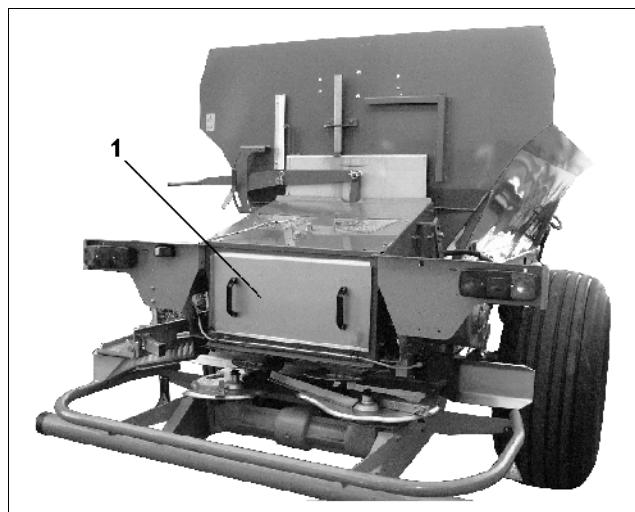

Рис. 43
- Для этого открутите болты с шестигранной головкой M10 заднего щитка и отцепите задний щиток (Рис. 43/1).